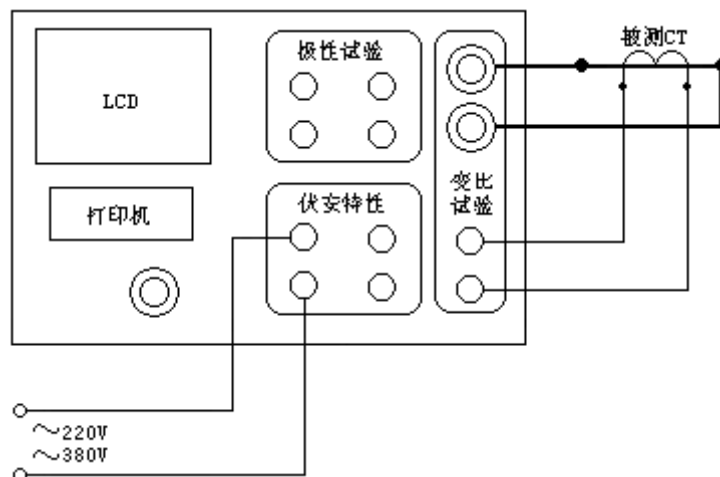

图 15
2. 1) 试验接线：变比极性试验的原理接线图如图 15 所示。